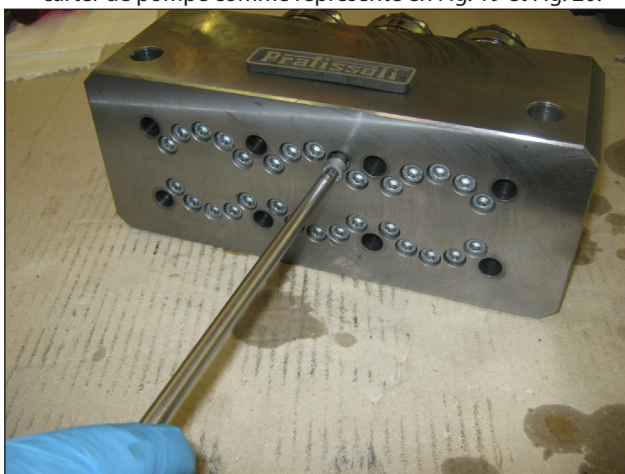
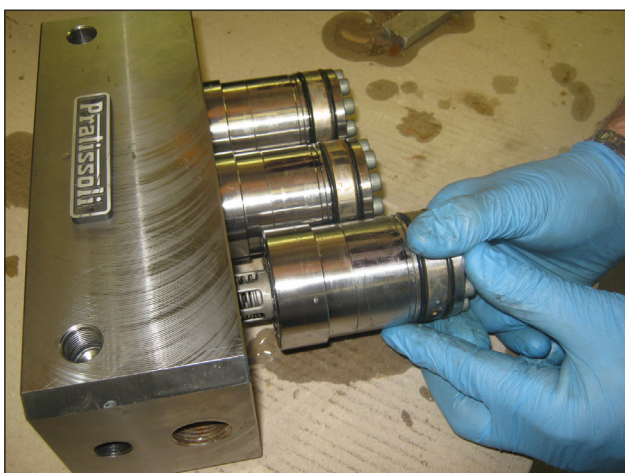

Fig. 21
Fig. 22
- Déposer les vis M6x75 de fixation des chemises sur la culasse comme décrit Fig. 21 et procéder comme représenté en Fig. 22.